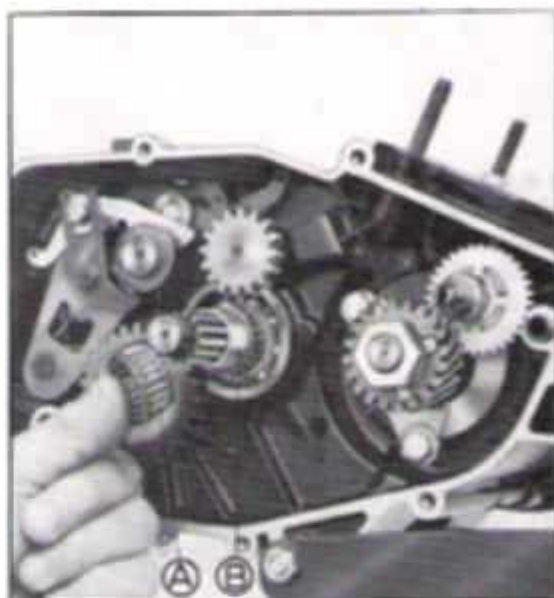

FIG. M46 - A. ROLAMENTO
3. Colocar sobre a bucha distanciadora os dois rolamentos. Figura M46.